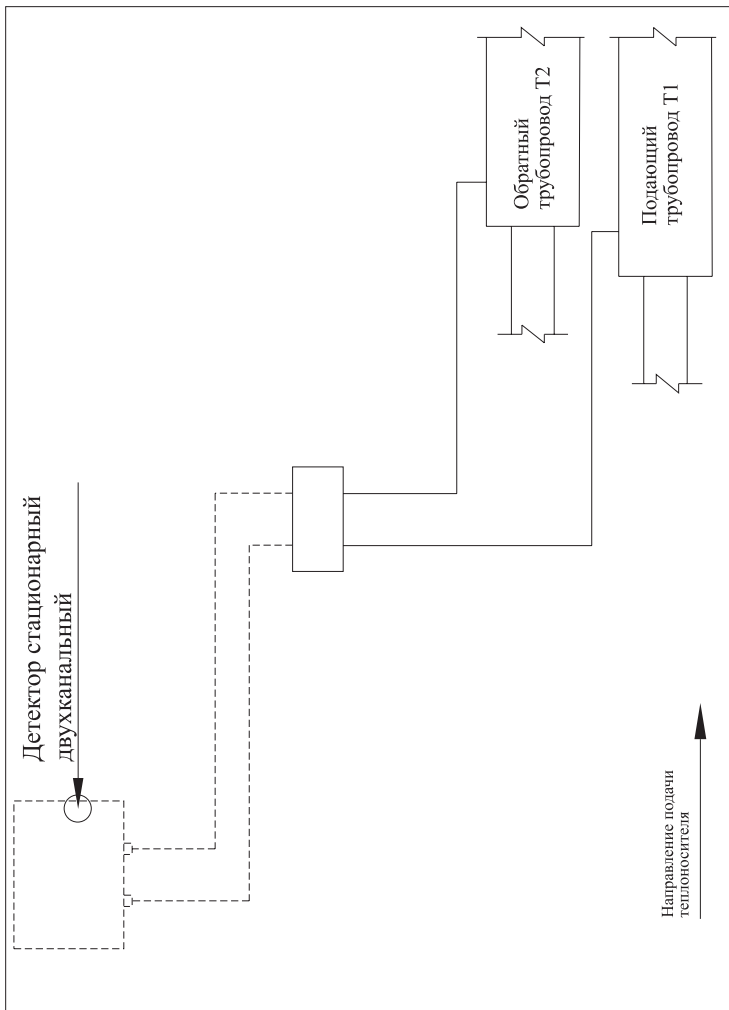

Рис. 3 «Подключение стационарного двухканального детектора»
- 1.2. Подключение стационарного двухканального детектора - **Рис. 3, 5.***